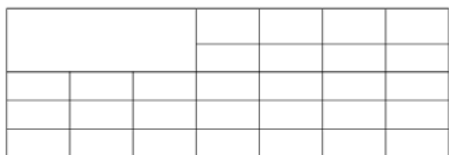
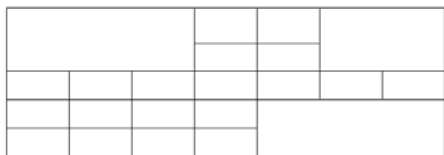

图 14.17 合并单元格
图 14.18 合并单元格
(6) 选中第一行第一列到第二行第三列的单元格, 单击右键, 在弹出的快捷菜单中选择【合并】/【全部】命令, 如图 14.17 所示。同样的方法合并其他单元格, 结果如图 14.18 所示。